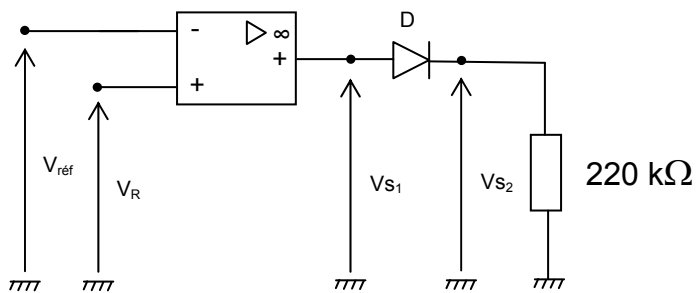

FIGURE 11
C.2 Un circuit comparateur est représenté figure 11.